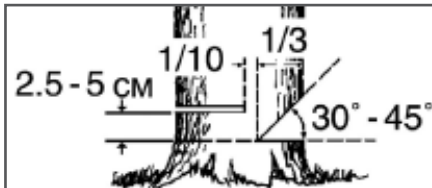

Рис. 12. Расположение запила и пропила
5. Сделайте запил с той стороны, куда должно упасть дерево. Глубина запила примерно  $1/3$  диаметра ствола под углом  $30-45^\circ$  (Рис. 12).